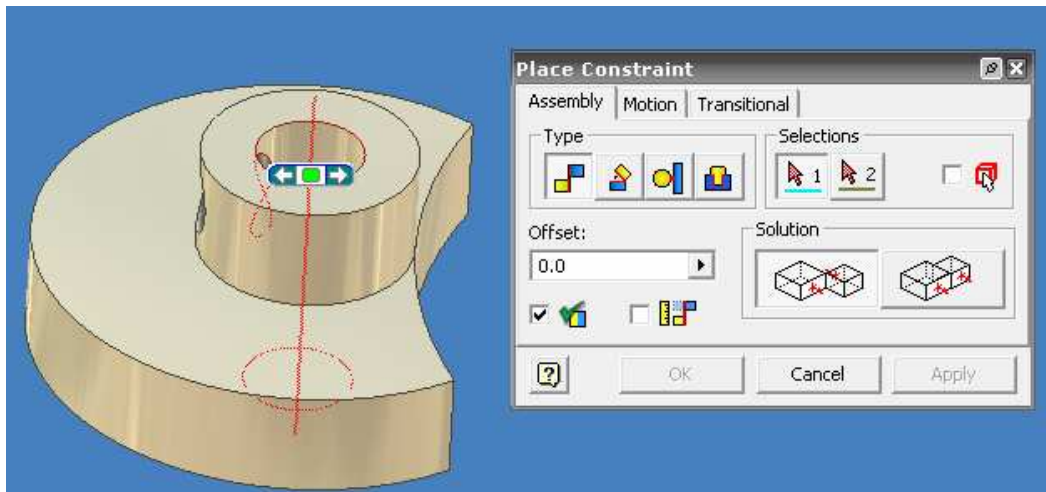

Figura 5.11 Uso del comando MATE.
3.-Seleccione el centro de la leva cruz de malta de modo que se observe el eje central de la misma como se muestra en la figura 5.11.